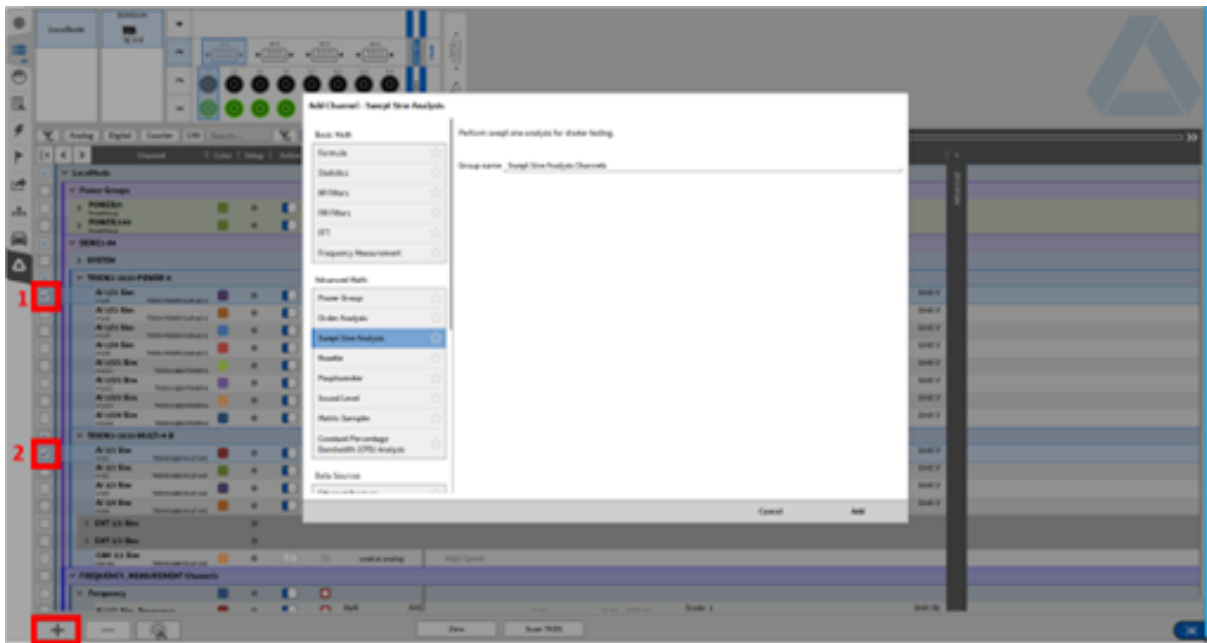

Abb. 7.136: Schritte zur Erstellung einer Swept-Sine-Analyse
1. Zuerst markieren Sie den Kanal des Referenzsignals für die Swept-Sine-Analyse (siehe ① in Abb. 7.136)
2. Dann markieren Sie den Kanal, welcher das Signal der Senke enthält (siehe ② in Abb. 7.136). Auch mehrere Kanäle können ausgewählt werden.
3. Klicken Sie auf den + Button (siehe ③ in Abb. 7.136) um die Mathe-Einstellungen zu öffnen und wählen Sie *Swept-Sine-Analyse*. Wenn gewünscht, ändern Sie den Gruppennamen und klicken Sie auf *Hinzufügen*.